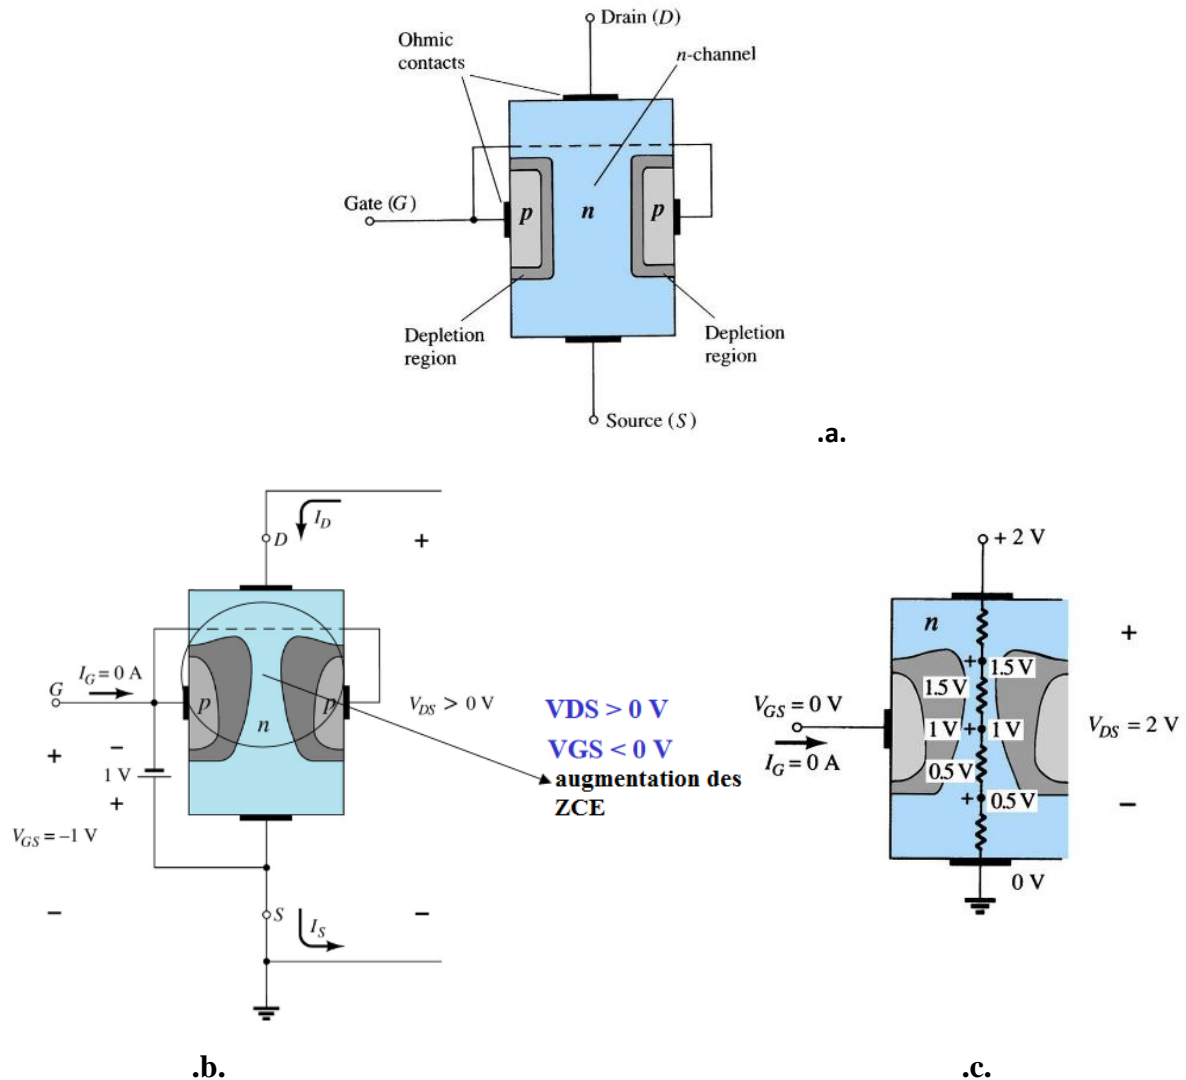

Fig 65 : Polarisation d'JFET .a) $V_{DS} = 0$ v. .b) $V_{DS} > 0$ et $V_{GS} < 0$. .c) résistance du canal
Dans le cas d'un transistor JFET à canal N, il existe deux régions d'appauvrissement formées à deux jonctions PN. On sait qu'il n'y a pas de porteurs de charges libres dans les régions ZCE. Donc elles ne nous aideront pas dans la conduction (Fig 65.a).
- Lorsqu'on connecte le drain et la source à une différence de potentiel V_{DS} supérieure à 0 et la grille à la différence de potentiel $V_{GS} = 0$ (voir Fig 65.b), les électrons du transistor JFET à canal N se déplacent vers le haut et le courant drain-source I_D continue d'augmenter avec l'augmentation de V_{DS} jusqu'on atteint une tension de pincement $V_P = V_{DS}$. C'est la saturation $I_D = I_{DS} = \text{constant}$